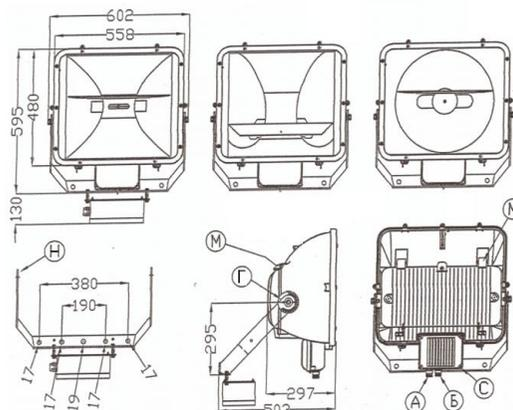
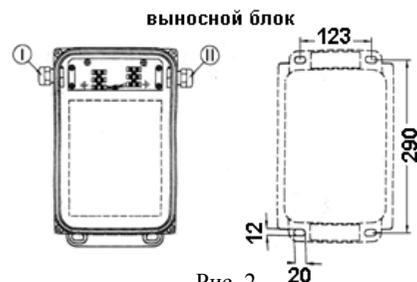

Рис. 1
Рис. 2
1.1. Пржектор заливающего света с симметричным, асимметричным и круглосимметричным отражателем и с блоком перезапуска (рис. 1) предназначен для архитектурной подсветки, экспозиционного освещения, освещения спортивных площадок и залов и др. и рассчитан для работы в сети переменного тока 380 В ($\pm 10\%$), 50 Гц ($\pm 0,4$ Гц). Качество электроэнергии должно соответствовать ГОСТ 13109-97.
5.2. Распаковать пржектор с закрепленным на лире блоком горячего перезапуска (рис. 1) и выносной блок (рис. 2).
5.5.3. Открыть крышку блока подключения пржектора «С» (рис.1).
- 5.8. Установить прожектор под необходимым углом к вертикали, используя угломерную шкалу "Т" (рис.1).